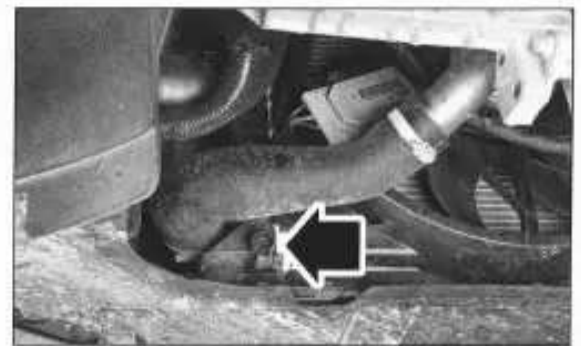

FIG. 19
- Vaciar el radiador abriendo el tapón del radiador (fig. 19) o desacoplando el manguito inferior del radiador y dirigir el extremo del tubo hacia una caja de recuperación.